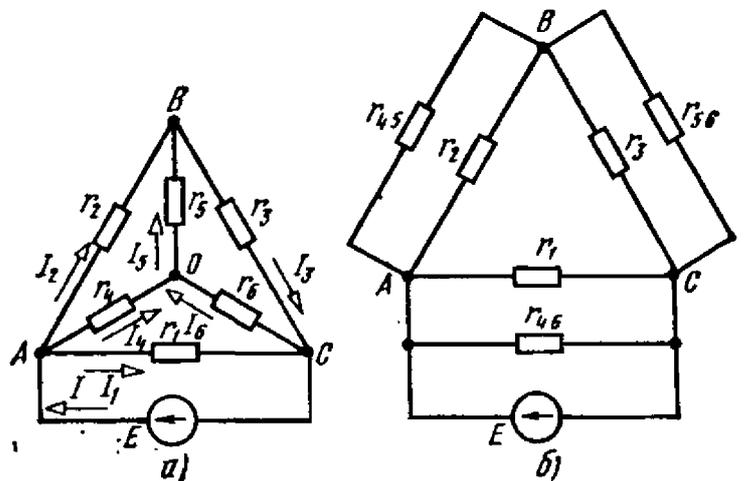

Рис. 1.25
1.25. В цепи (рис. 1.25, а) заданы э. д. с. $E=20$ В и сопротивления $r_1=4$ Ом, $r_2=1$ Ом, $r_3=1$ Ом, $r_4=2$ Ом, $r_5=4$ Ом, $r_6=5$ Ом.
Указание. Расчет токов целесообразно осуществить, преобразовав предварительно звезду $r_4 r_5 r_6$ в треугольник по схеме рис. 1.25, б.